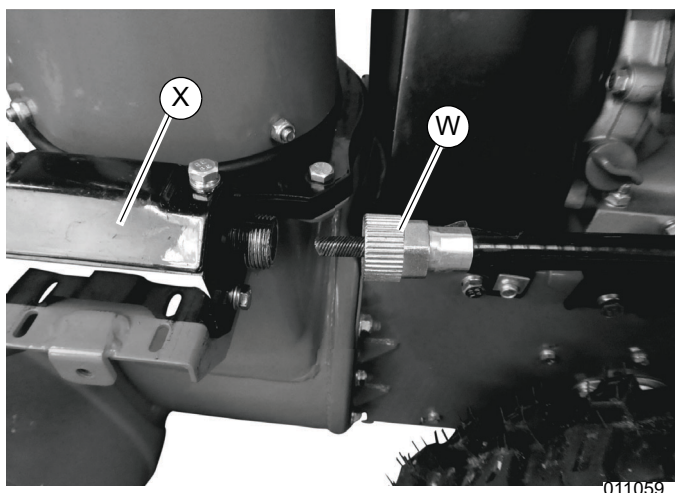

Figura 2-13. Cable del soporte de rotación
14. Consulte la **Figura 2-13**. Atornille el extremo del cable del soporte de rotación (W) en el soporte de rotación (X).